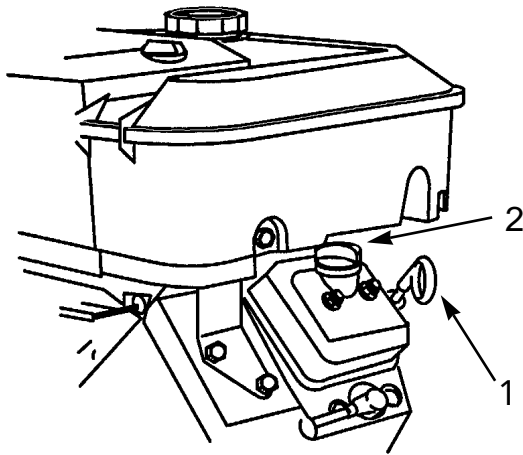

図 11
2. ディップスティック（図11）を抜きウェスで拭き、もう一度根元まで確実に差し込んで引き抜き、オイルの